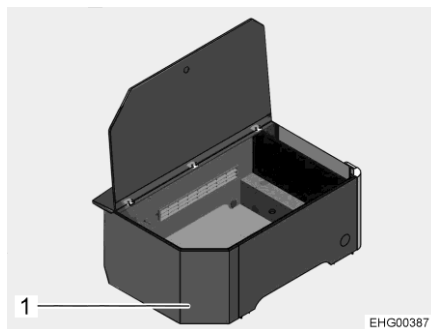
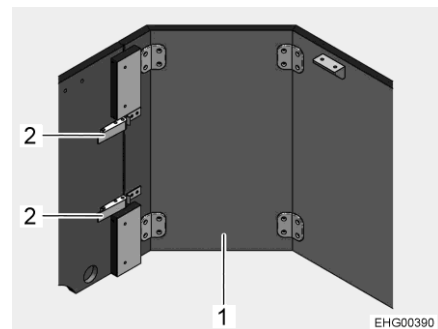

Bild 17 Öppnad längsgående sittbänk (visas utan extrastol)
Bild 18 Träribbor, avtagbara
- Lossa båda spännlåsena (Bild 18,2) på de avtagbara träribborna (Bild 17,1 och Bild 18,1).